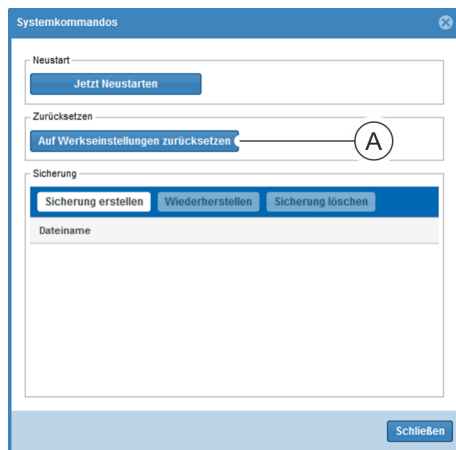

Abb. 186: Fenster "Systemkommandos"
3. ➤ Schaltfläche „Auf Werkseinstellungen zurücksetzen“ anklicken (Abb. 186/A).